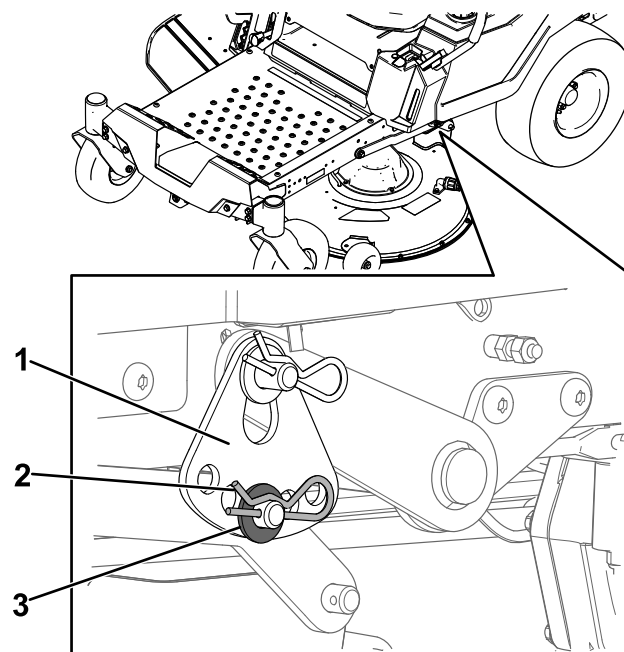

Bild 69
6. Entfernen Sie den Splint und die Unterlegscheibe vom unteren Hubarmbolzen (**Bild 69**).